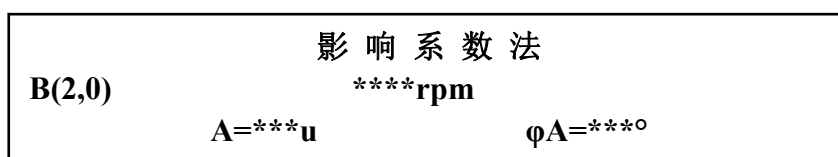

图 4-36
按|执行|键，屏幕显示如图 4-36。
(4) 在图 4-36 中，当振动值 A、角度值φA 读数稳定时，按|保持|键锁定读数，屏幕的右上角显示“**”。